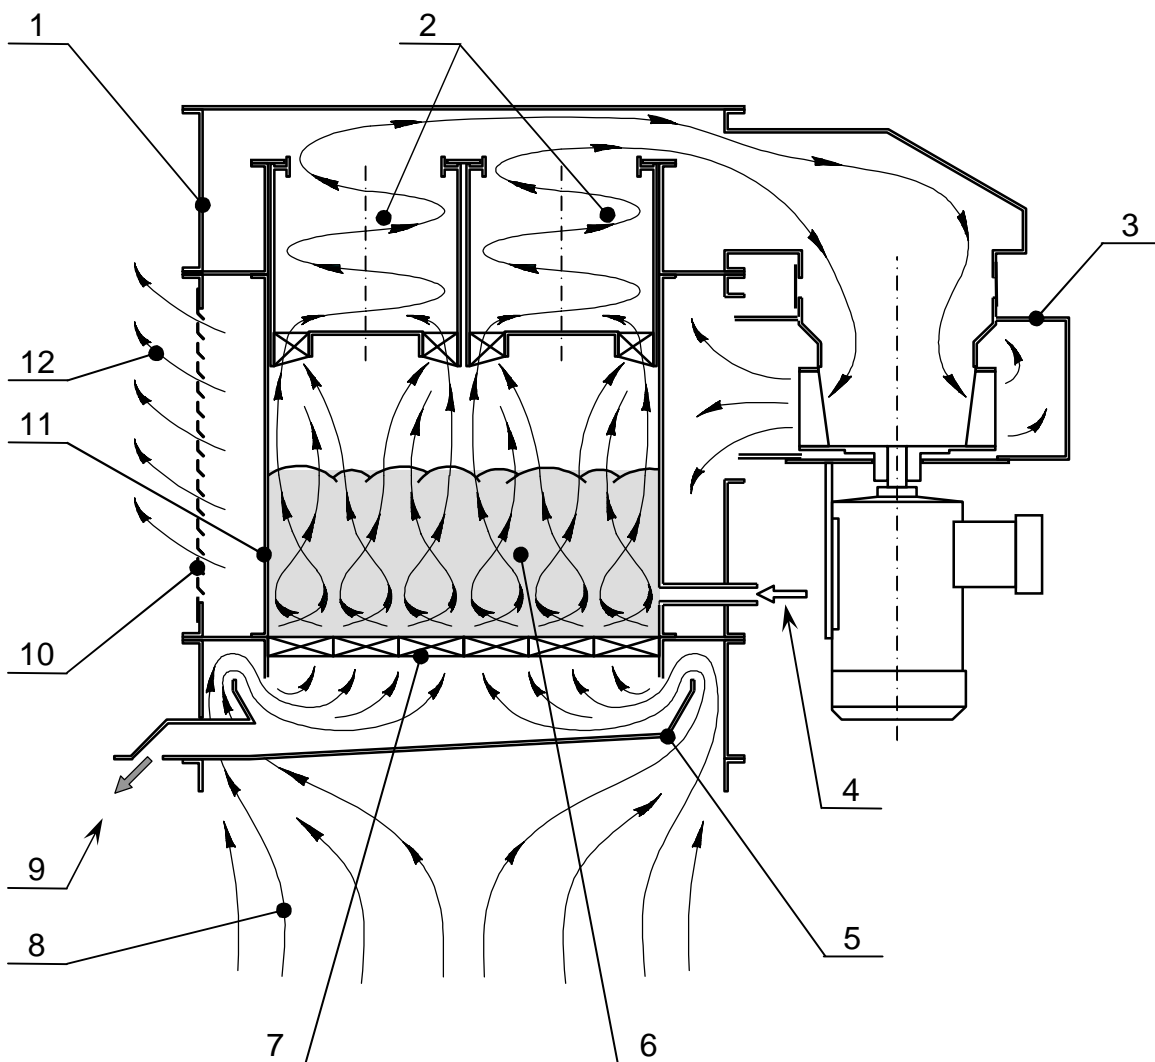
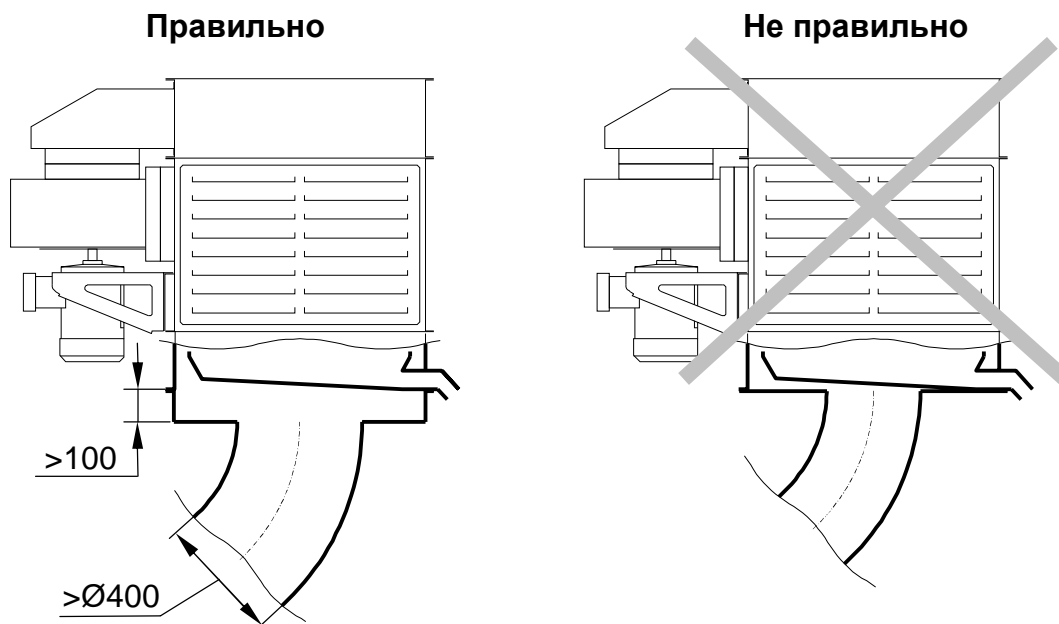

Рис. 2. Устройство МВГ.
Рис. 5. Размещение МВГ на расстоянии от укрытия с использованием трубы в качестве соединительного газохода.
3.2. Загрязненный воздух 8 (рис. 2) поступает в МВГ снизу, в щель образованную поддоном 5 и корпусом 1, затем проходит через диспергирующую решетку 7, над которой смешивается с водой и формирует взвешенный водо-воздушный (кипящий) слой 6. После промывки в кипящем слое очищенный воздух поступает в сепараторы 2, где освобождается от капель воды. Далее воздух поступает в вентилятор 3, из него - в зазор между камерой очистки 11 и корпусом 1, и выходит 12 из МВГ через рассеивающие жалюзи 10. Поскольку из вентилятора выходит очищенный воздух с последующим рассеиванием вокруг МВГ, то уплотнение между выходом вентилятора 3 и корпусом 1 не устанавливается.
Если нет возможности разместить МВГ непосредственно над укрытием, допускается установка МВГ на некотором расстоянии от него. В этом случае соединительные газоходы между укрытием и МВГ должны выбираться таким образом, чтобы их аэродинамическое сопротивление не превышало 100 Па. При монтаже также нужно учитывать, что в нижней части МВГ всю центральную часть занимает поддон, и поступление воздуха в МВГ происходит по внешнему периметру (см. рис.2), поэтому при использовании трубы (диаметром не менее Ø400 мм) в качестве соединительного газохода необходимо обеспечить между торцом трубы и нижним фланцем МВГ зазор не менее 100 мм (см. рис.5).